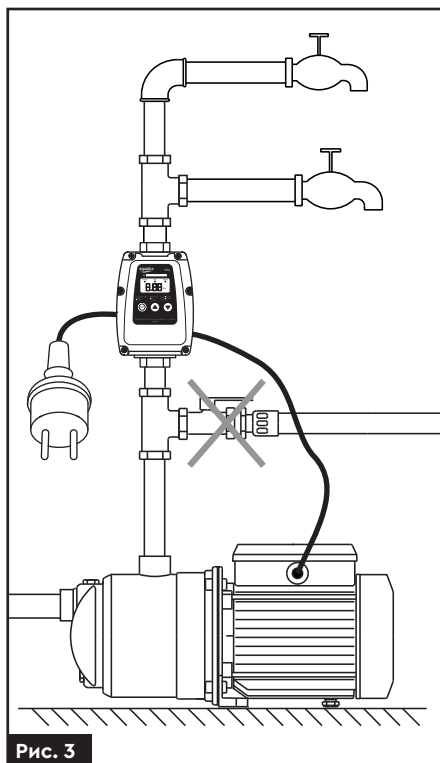

Рис. 3
- На ділянці між контролером тиску і насосом, що використовується, заборонено встановлення будь-якого елементу водорозбірної арматури (зворотного клапана, водорозбірного крана тощо) (рис. 3).